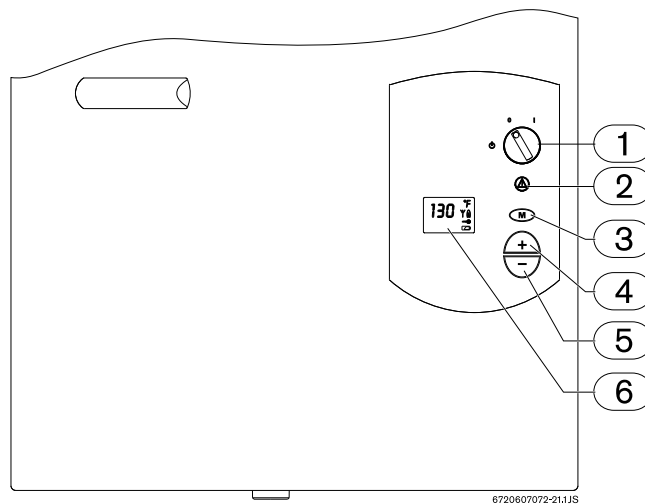

Fig. 19
NOTA: en la primera instalación o después de realizar trabajos en el conducto de gas, la presencia de aire en dicho conducto retardará el encendido si está abierta el agua caliente. Esto producirá un error (EA o EC) en el display de unidades. Se trata de algo normal. Cuando esto suceda, deje abierta el agua caliente y espere entre 3 y 5 segundos. A continuación, pulse la tecla de rearme de modo a que se restablezca los ajustes iniciales de la unidad (Fig. 19, pos. 2). Espere hasta que desaparezca la indicación (EA o EC). El calentador intentará de nuevo efectuar el encendido, si la indicación (EA) reaparece, repita este mismo proceso hasta que se haya purgado todo el aire del conducto de gas.